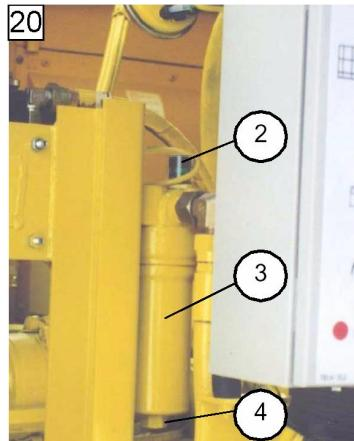

Рисунок 20. Фильтр гидравлической жидкости
- Фильтрующий элемент (позиция 3, рисунок 20) подлежит замене, если при визуальном осмотре виден красный сегмент индикатора (позиция 2, рисунок 20).
- Открутите (позиция 4, рисунок 20) «стакан» фильтра гидравлической жидкости (позиция 3, рисунок 20) и извлеките фильтрующий элемент,